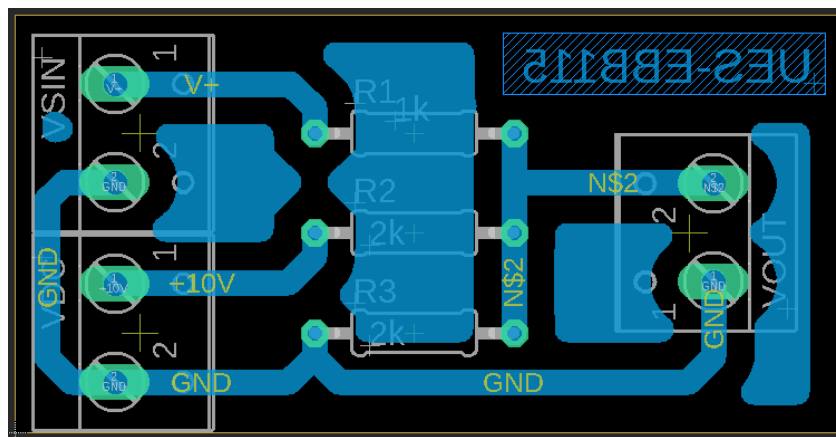

Figura 14: Diseño de pistas sugeridas para la tarjeta de circuito impreso.
42. En la **ventana Board**, dé clic izquierdo en la herramienta **Ratsnest**. El circuito de pistas debería ser similar al mostrado en la figura 14.